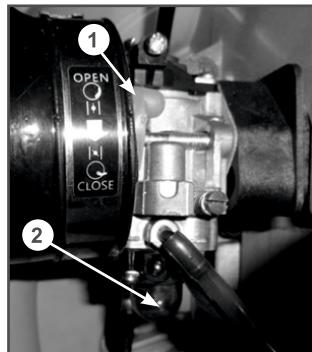

Рис. 3 Рычаг управления воздушной заслонкой и ручной топливный насос
3. Закройте воздушную заслонку карбюратора. Для этого рычаг 1 (Рис. 3) управления воздушной заслонкой установите в нижнее положение «ЗАКРЫТО».
4. Прокачайте топливо через карбюратор. Для этого нажимайте (примерно 5-10 раз) на ручной топливный насос 2 (Рис. 3) до появления в насосе топлива и возникновения сопротивления при нажатии.